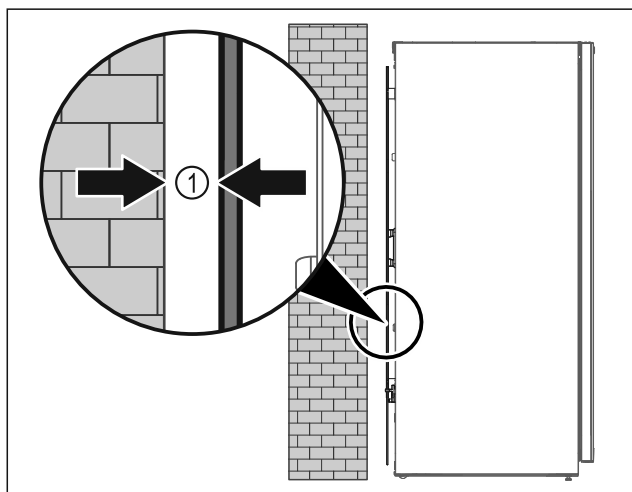

Fig. 4
- ▶ Prietaisą galima statyti arba laisvai patalpoje, arba prie pat sienos min. 5 mm Fig. 4 (1) atstumu.